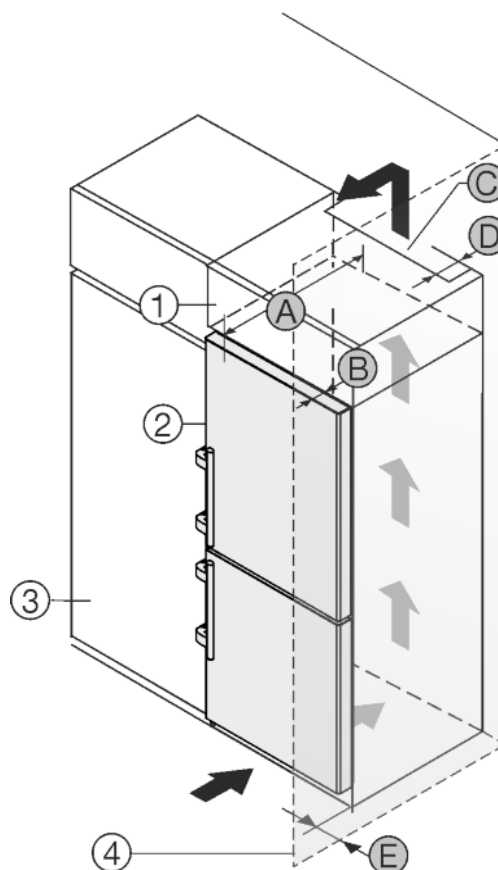

Fig. 42
Das Gerät kann mit Küchenschränken umbaut werden. Um das Gerät Fig. 42 (2) der Küchenzeilenhöhe anzugleichen, kann über dem Gerät ein Aufsatzschrank Fig. 42 (1) angebracht werden.
Das Gerät kann direkt neben dem Küchenschrank Fig. 42 (3) aufgestellt werden. Um die Türe vollständig öffnen zu können, muss das Gerät um die Tiefe Fig. 42 (B) gegenüber der Küchenschrankfront vorstehen. Abhängig von der Tiefe der Küchenschränke und Verwendung von Wandabstandshaltern kann das Gerät weiter herausragen.
- An der Rückseite des Aufsatzschrankes muss ein Abluftschacht mit der Tiefe *Fig. 42 (D)* über die gesamte Aufsatzschrankbreite vorhanden sein.
- Unter der Raumdecke muss der Entlüftungsquerschnitt *Fig. 42 (C)* eingehalten werden.
Wenn das Gerät mit den Scharnieren neben einer Wand *Fig. 42 (4)* aufgestellt wird, muss der Abstand *Fig. 42 (E)* zwischen Gerät und Wand eingehalten werden. Dies entspricht dem Griffüberstand bei geöffneter Tür.